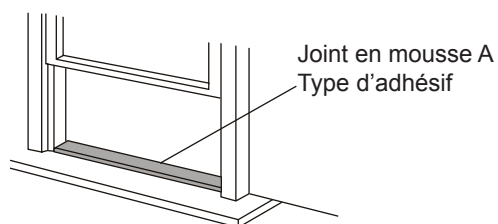

Fig.8
1. Coupez le joint en mousse (type d'adhésif) à la longueur appropriée et attachez-le au rebord de la fenêtre. Fig. 8